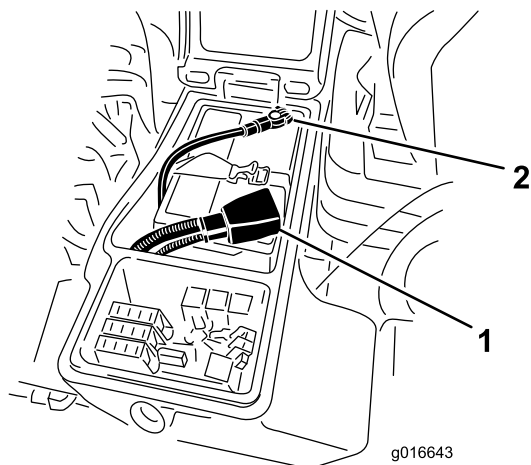

Figura 122
- Desconecte el cable negativo de la batería (Figura 122).